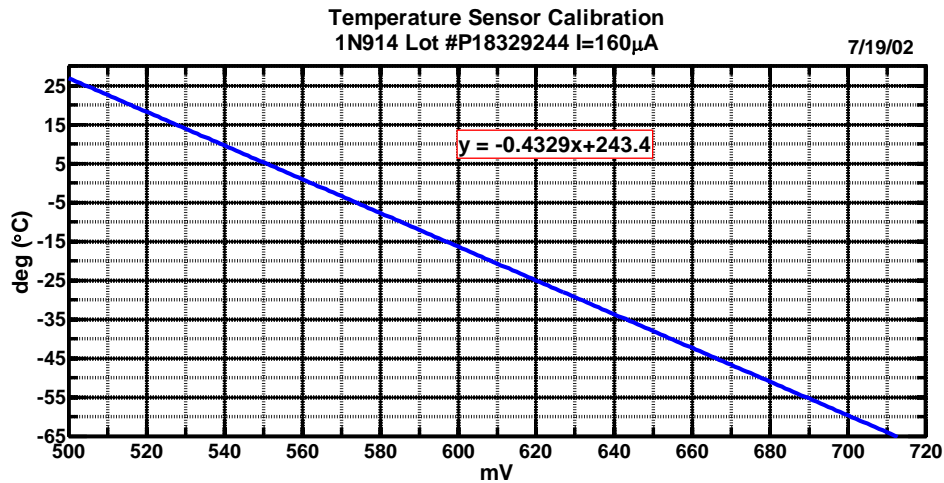
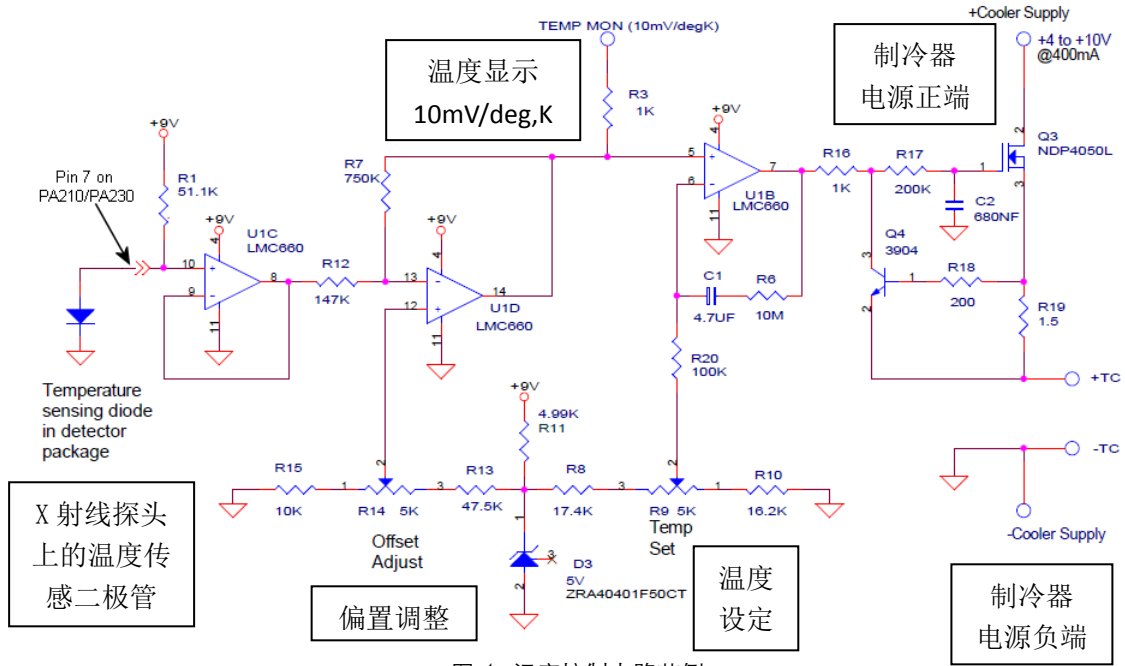

图 3. 测温二极管校准曲线 (I=160 μA)
图 4. 温度控制电路范例
1. R19 电阻为 27.4k 欧姆, 置于 PA210/230 模块电路板上或者单独外加均可, 用以保持 160 μA 的二极管供电。该电流下二极管上读出的电压 (mV) 和温度 ($^{\circ}\text{C}$) 的关系见图 3。
2. 前端放大器直接连接到 DP5/PC5 模块时无需电阻, 因该模块可独立为二极管供电并在配套软件中直接给出温度值 (K)。
下图 (图 4) 为温度控制电路范例, 对应测温二极管上电流为 160 μA , 这时即可使用图 3 中的校准曲线。若该电路用于控制 PA210/PA230 前放模块, 则**不要在 PA210/230 上安装 R19**, 因为此时电流通过该电路中的电阻 R1 来设定。另外需要将 PA210/PA230 前放模块上的端口 7 连接到该电路的输入端 (如下图所示)。